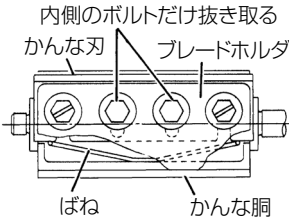

図 31
- (3) 後部ベースの斜め穴から、別売品のドライバーをさし込み、外側のボルトをゆるめると、かな刃はばね(図 31)に押されて数ミリ飛び出します。(図 32)
- (4) かな刃の両端を持って、取りはずします。